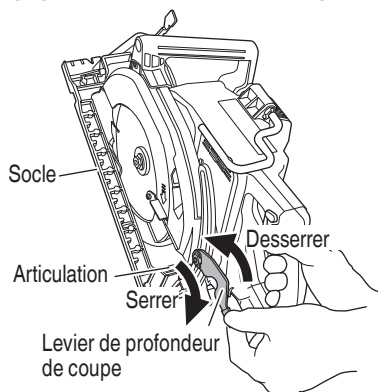
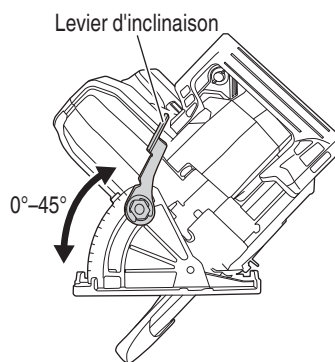

Fig. 21
Fig. 22
Si le levier de profondeur de coupe (Fig. 21) et le levier d'inclinaison pour ajuster l'angle d'inclinaison (Fig. 22) sont lâches, des blessures peuvent en résulter. S'assurer qu'ils sont solidement serrés. Bien s'assurer qu'ils sont serrés à fond.
1. Réglage de la profondeur de coupe (Fig. 21)
Comme l'illustre la Fig. 22, desserrer le levier d'inclinaison de la jauge d'inclinaison et l'écrou d'inclinaison à oreilles permet d'incliner la lame de scie d'un angle maximal de 45° par rapport au socle.
Si le levier de profondeur de coupe (Fig. 21) est lâche, des blessures peuvent en résulter. S'assurer qu'il est solidement serré.